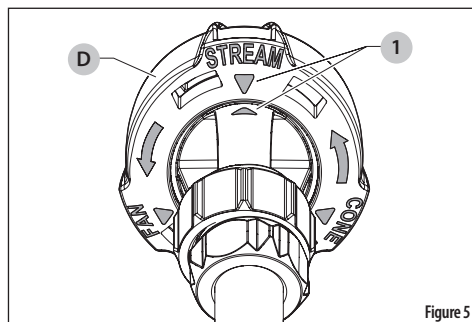

Figure 5
1. Sélectionnez le réglage souhaité de la buse 3-en-1 (D).
2. Le bout de la buse s'enclenchera en place dès que les indicateurs en forme de flèche (1) seront alignés. Voir Figure 5